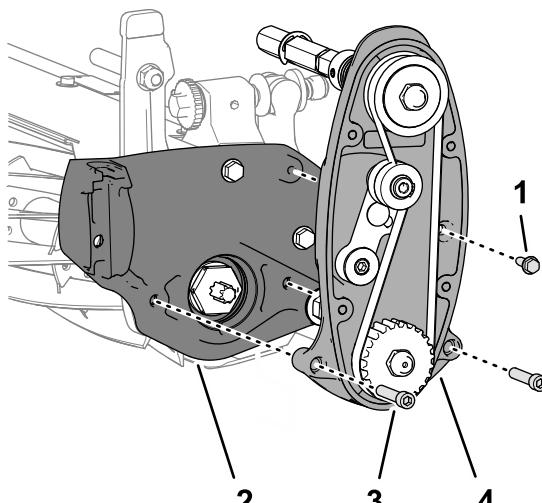

図 7
2. カッティングユニットのサイドプレートにリール駆動アセンブリを固定しているフランジヘッドねじ 1/4" x 3/4" を外す 図 7。
3. カッティングユニットのサイドプレートにリール駆動アセンブリを固定しているソケットヘッドねじ5/16" x 1 1/2" 2本をロックナットサイドプレートに組み付けてあるから外して、リールドライブを外す 図 7。